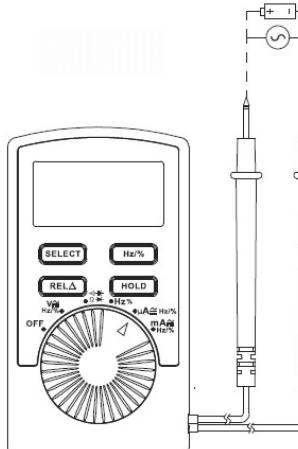
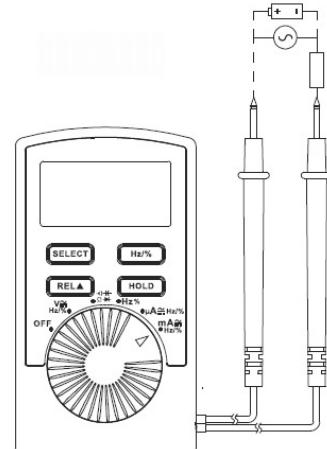

Рисунок 7
Рисунок 8
- 1) Установите поворотный переключатель в положение μA (рисунок 7) или mA (рисунок 8) и с помощью кнопки **SELECT** выберите измерение постоянного (DC) или переменного (AC) тока. Затем подсоедините провода последовательно к обследуемой цепи.